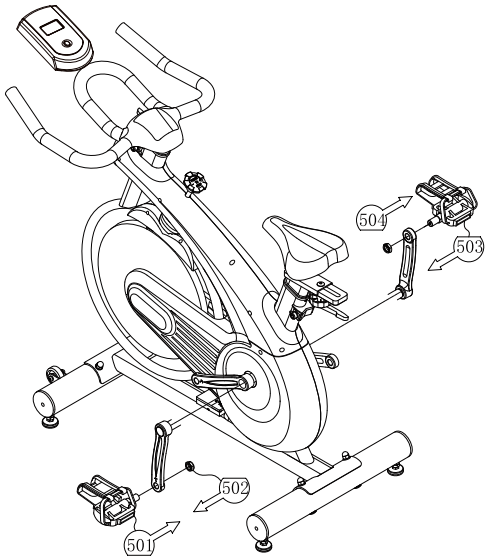

Abb. 5
5. Schrauben Sie die sich am linken Pedal befindliche selbstsichernde Linksgewindesechskantmutter M 18 x 1,5 ab, indem Sie sie in Uhrzeigersinn drehen. Schrauben Sie wie in Abb. 5 unter Schritt 501 und 502 gezeigt das linke Pedal gegen den Uhrzeigersinn in das Loch der linken Tretkurbel. Ziehen Sie anschließend die Schraube des linken Pedals auf der Rückseite mit Hilfe des 19er Schraubenschlüssels fest. Schrauben Sie anschließend die selbstsichernde Linksgewindesechskantmutter M 18 x 1,5 gegen den Uhrzeigersinn auf das linke Pedal und ziehen Sie sie mit dem 24er Schraubenschlüssel fest an (beachten Sie die Schlüsselwörter „in Uhrzeigersinn“ und „gegen den Uhrzeigersinn“).
Schrauben Sie die sich am Ende des rechten Pedals befindliche selbstsichernde Sechskantmutter M 18 x 1,5 ab. Schrauben Sie wie in Abb. 5 unter Schritt 503 und 504 gezeigt das rechte Pedal in das Loch der rechten Tretkurbel. Ziehen Sie anschließend die Schraube des rechten Pedals auf der Rückseite mit Hilfe des 19er Schraubenschlüssels fest. Schrauben Sie nun die zuvor abgeschraubte selbstsichernde Sechskantmutter M 18 x 1,5 wieder auf das rechte Pedal und ziehen Sie sie mit dem 24er Schraubenschlüssel fest an.